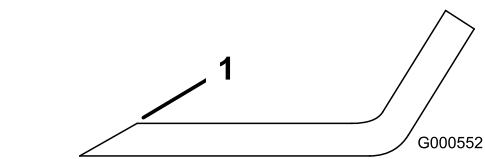
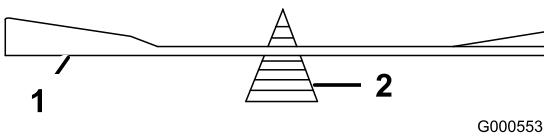

Figura 48
Figura 49
- Verifique el equilibrio de la cuchilla colocándola sobre un equilibrador de cuchillas (Figura 49). Si la cuchilla se mantiene horizontal, está equilibrada y puede utilizarse. Si la cuchilla no está equilibrada, rebaje algo el metal en la parte de la vela solamente (Figura 48). Repita este procedimiento hasta que la cuchilla esté equilibrada.